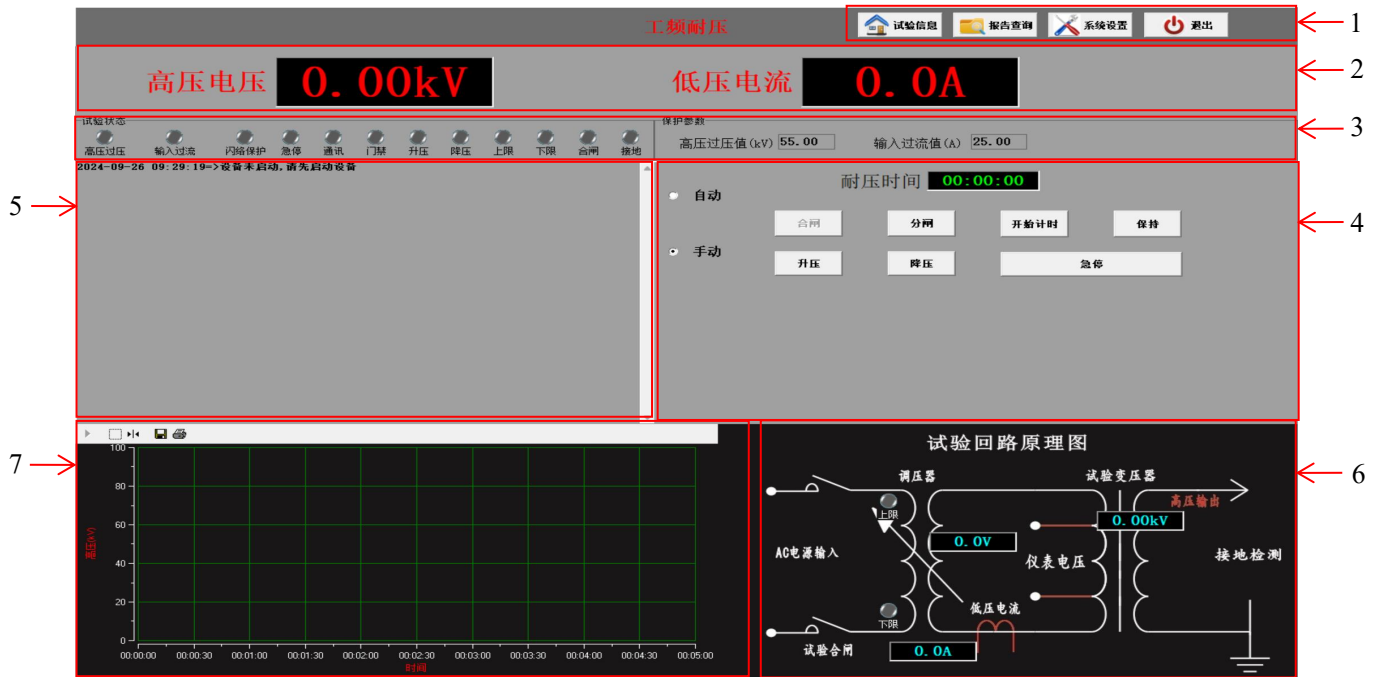

图 1
1. 正确按照接线示意图及相关要求连接试验回路，在现场设置试验警示标记，合上电源，双击桌面的**工频耐压**快捷方式进入系统界面，如上图 1：
2. **每次试验开始前**需选择点击图 1（1 区域）**试验信息**按钮如下图 2，当前试验铭牌参数如下图 3
3. 填写好对应试验信息后点击**确定**按钮回到图 1 界面
4. 根据本次试验要求填写图 1（3 区域）中保护参数界面（**此参数在每次启动及更换试品后必须确认**）
2. 填写目标值电压与工作时间，然后点击添加按钮添加至调压阶段（当设置完成后可以选择保存按钮保存文件至桌面方便下次导入）。点击确定回到图 1 界面